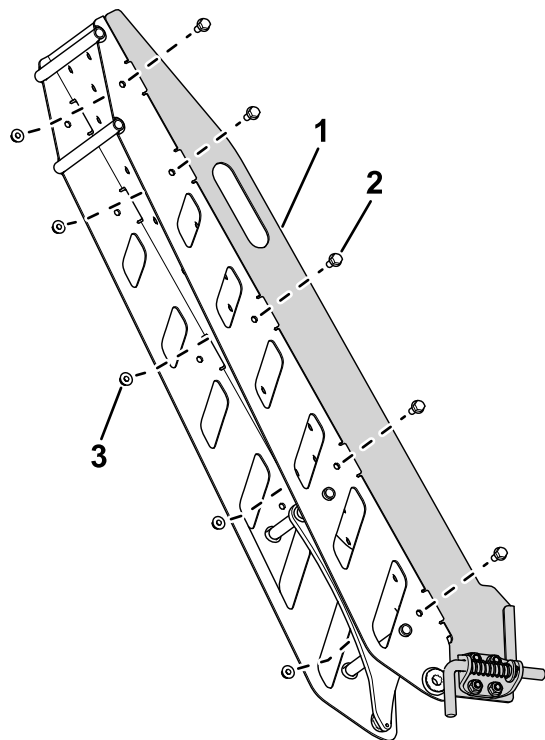

Figura 10
2. Utilize 10 parafusos (5/16 x 3/4 pol.) e 10 porcas de nyloc (5/16 pol.) para prender a placa guia ao conjunto da rampa (Figura 10).